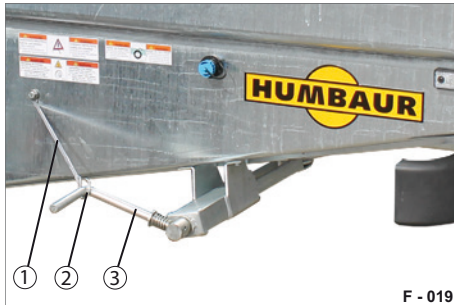

Abb. 44 Spindel-Feststellbremse in Fahrstellung gesichert
- ▶ Lösen Sie den Haken (Abb. 44/2) von der Kurbel (Abb. 45/1).